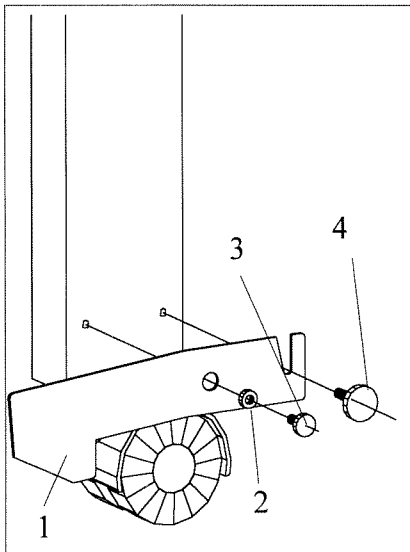

Bild 4-1 Montage der Anlageplattenfixierung
Nachfolgende Montageanweisungen beziehen sich auf Bild 4-1.
- Nehmen Sie das Fixierungsblech (1) und schrauben Sie es, wie in Bild 4-1 dargestellt, an die Innenseite des linken Standbeines. Die Verschraubung erfolgt zum einen mit einer Buchse (2) und einer 10 mm langen Kreuzschlitzschraube (3) auf der Bohrungsseite und mit einer Rändelschraube (4) auf der Schlitzseite des Bleches.